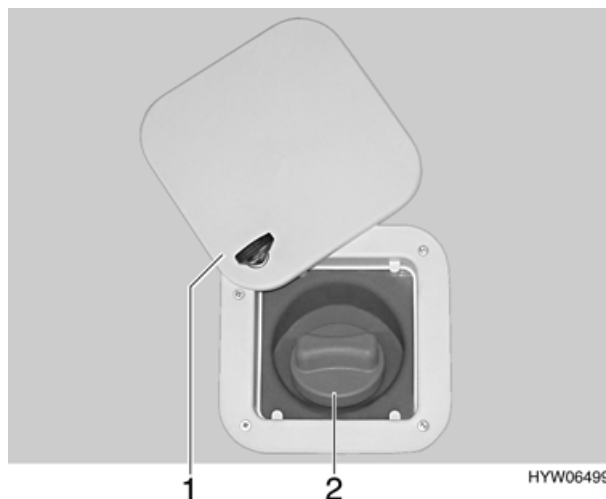

Fig. 91 Coperchio per bocchettone di riempimento dell'acqua potabile
- Aprire la serratura e girare verso l'alto lo sportello esterno (Fig. 91,1) (vedi capitolo 5).
- Girare il coperchio blu (Fig. 91,2) in senso antiorario di un quarto di giro.
- Aprire il bocchettone di riempimento dell'acqua potabile (Fig. 91) posto sulla parete esterna del caravan.